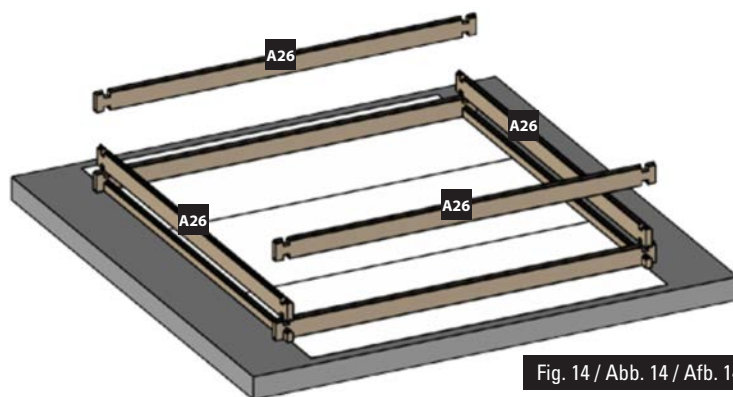

Fig. 14 / Abb. 14 / Afb. 14
- EN 2nd LAYER OF BOARDS:** • Install the second layer of boards as shown in figure 14. • There is a wooden wedge in the structure packet to correctly assemble the boards. • Never directly hit against the boards. You would damage the pegs and would weaken the structure. Do not hit them with anything metallic. This would inevitably damage the wood. • Try to correctly assemble the boards right from the start. There should not be any space between each layer of boards to avoid maladjustment of the higher boards.
- FR 2ÈME RANGÉE DE MADRIERS :** • Positionnez les madriers de la deuxième rangée conformément à la figure 14. • De manière à emboîter correctement les madriers, une cale en bois est à votre disposition dans le colis de structure. • Ne pas taper directement sur les madriers. Cela abîmerait les languettes et nuirait à la solidité de la structure. • Ne pas frapper avec une pièce métallique. Cela détériorerait le madrier irrémédiablement. • Veillez à emboîter bien à fond les madriers dès le départ. Il ne doit pas y avoir d'espace entre chaque rangée pour éviter un décalage au niveau des madriers supérieurs.
- DE 2. BRETTREIHE:** • Platzieren Sie die Bretter der zweiten Reihe laut Abb. 14. • Um die Bretter richtig anbringen zu können, finden Sie einen Holzkeil im Paket des Tragwerks. • Nicht direkt auf die Bretter klopfen. Das würde die Zapfen und die Festigkeit des Tragwerks beschädigen. • Nicht mit einem Metallteil darauf klopfen. Es würde das Holz unabänderlich beschädigen. • Versuchen Sie, die Bretter von Anfang an tiefgehend ineinander zu fügen. Zwischen den Reihen darf kein Platz sein, um eine Fehlanpassung der oberen Bretter zu vermeiden.
- NL 2ª RIJ PLANKEN:** • Plaats de planken van de tweede rij zoals aangegeven op afbeelding 14. • Om de planken correct te assembleren, zit er een houten wig in het pakket van het frame. • Sla niet direct op de planken. Daardoor gaan het profiel kapot en wordt de stevigheid van het frame ondermijnd. • Sla er niet direct op met metaal. Hierdoor raakt het hout onherstelbaar beschadigd. • Zorg ervoor dat de planken vanaf het begin stevig op elkaar aansluiten. Er mag geen ruimte tussen de rijen overblijven, om te voorkomen dat de bovenste houtdelen onregelmatig uitkomen.